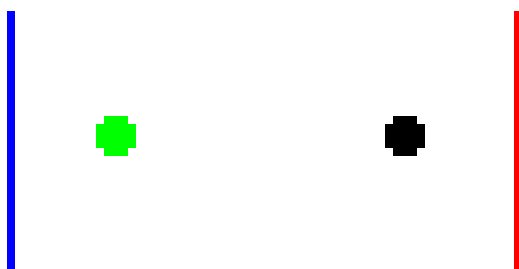

Figure 3: bc1.bmp. 64 × 32 pixels.
flowsquare では境界条件はビットマップ画像で定義されます (bc1.bmp and bc2.bmp)。さらに背景画像を用いる場合は bg.bmp も用います。これらの入力ファイルの例は図 3, 4 及び 5 に示されています。以下で詳細が述べられますが、ここで黒色は RGB(0,0,0), 青色は RGB(0,0,255), 赤色は RGB(255,0,0), 緑は RGB(0,255,0), そしてピンクは RGB(255,0,255) の RGB 情報を意味します。
6.1 bc1.bmp (Fig. 3)